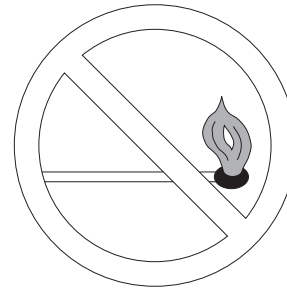

Fig. 5 - Ne pas allumer les brûleurs avec une allumette
- Ne jamais essayer d'allumer les brûleurs avec une allumette ou autre source de flamme. Voir Fig. 5.